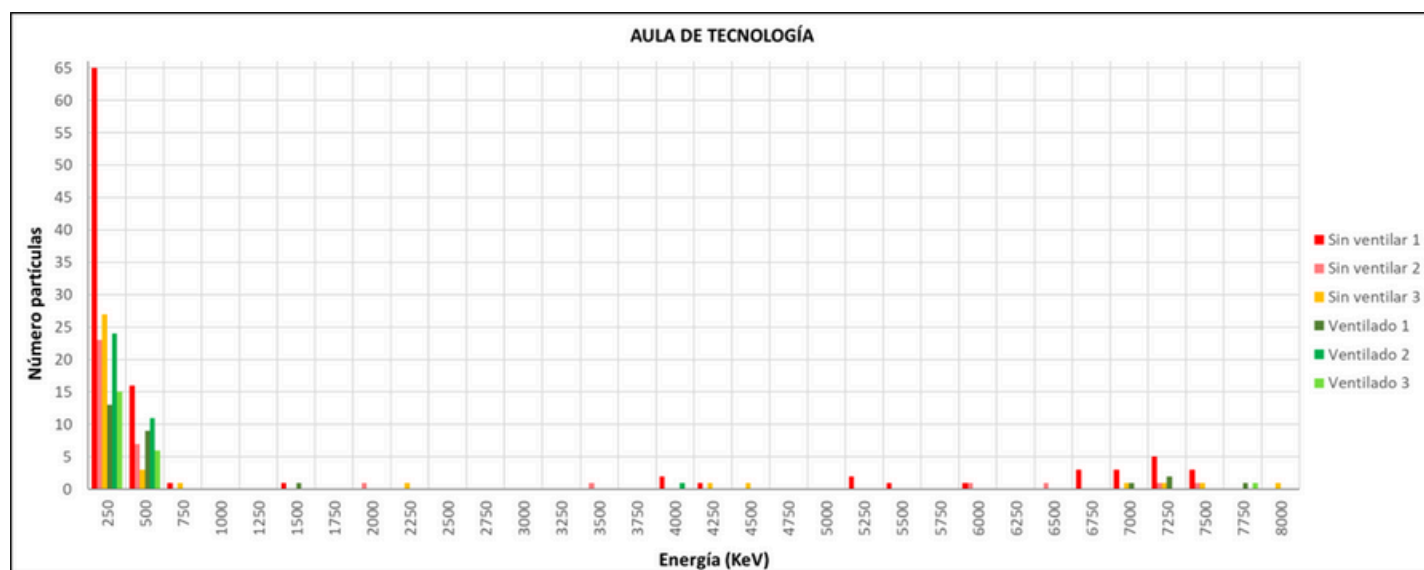

Figura 9. Gráfica del número de partículas alfa detectadas con cada valor de energía en el aula de tecnología
4. **Aula de tecnología (Figura 9).** Los niveles son altos pues hay un pico de 7250 keV con aproximadamente 65 partículas.